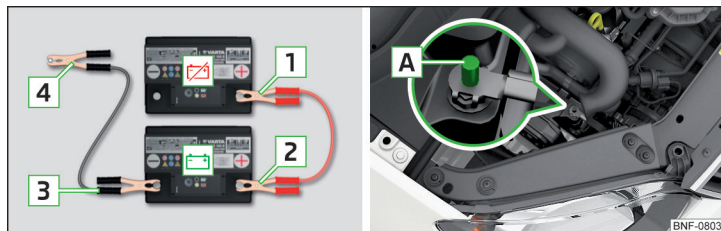

Fig. 157 Ayuda de arranque:  - batería descargada,  - batería que suministra corriente / punto de masa del motor en el sistema START-STOP
- En vehículos **con** el sistema START-STOP, fijar el borne **4** en el punto de masa del motor **A** » **fig. 157.**